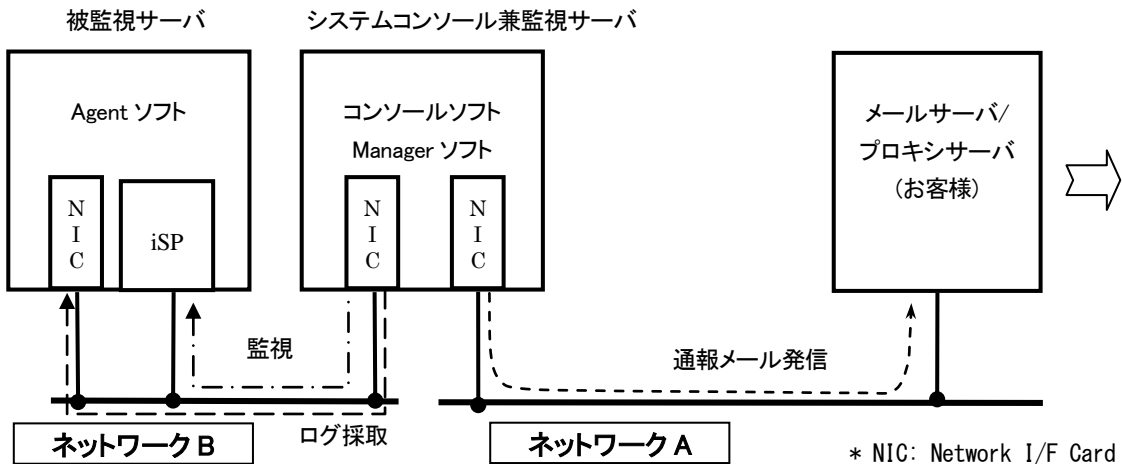

図 3-4
- ・ ネットワーク B を他の目的で利用しなければ、被監視サーバの NIC との接続もネットワークを介して行うことが可。図 3-4 を参照。